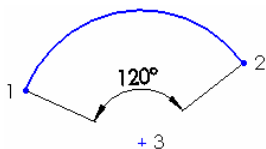

图 3-13 圆弧角度标注
- 圆弧的角度：圆弧的标注顺序是：起点→终点→圆心。下面以图3-13为例介绍圆弧角度的操作步骤。
❶ 执行命令。在草图编辑状态下，选择菜单栏中的“工具”→“标注尺寸”→“智能尺寸”命令，或者单击“草图”工具栏上的“智能尺寸”图标按钮，此时鼠标变为形状。
❷ 设置标注的位置。单击图3-13中的圆弧上的点1，然后单击圆弧上的点2，再单击圆心3，此时系统出现“修改”对话框。在其中输入要标注的角度值，然后单击对话框中的确定“确定”图标按钮，此时在左侧出现“尺寸”属性管理器；
❸ 确认标注的圆弧角度。单击“尺寸”属性管理器中的“确定”图标按钮，完成圆弧角度尺寸的标注。结果如图3-13所示。